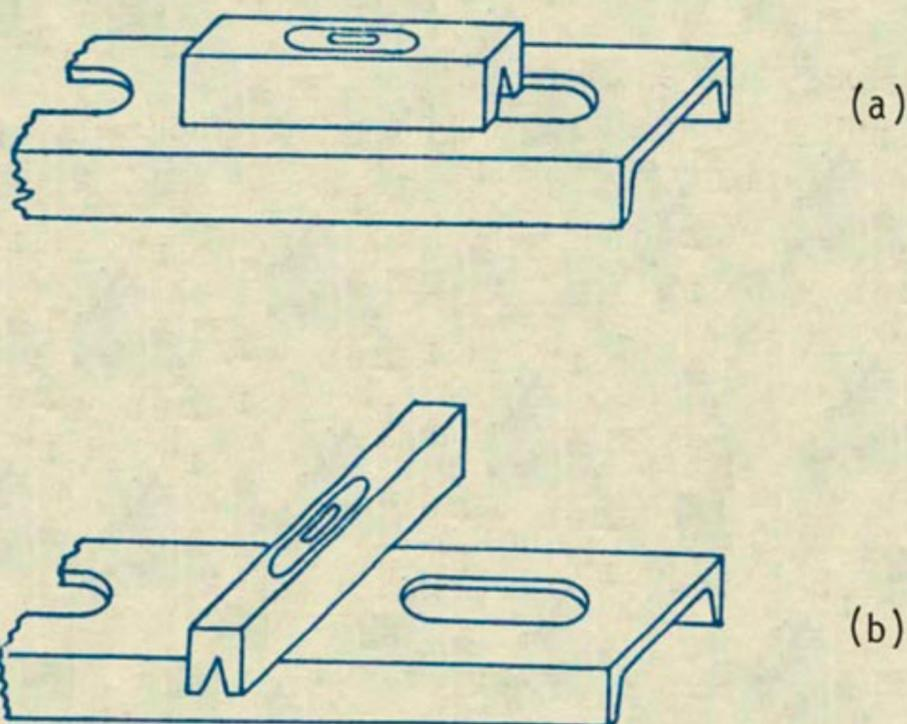

Figura 56
- c. Coloque el nivel en las posiciones a y b como indican las figuras a y b y sobre la superficie que posteriormente va a ser ocupada por la chumacera. (Figura. 56)